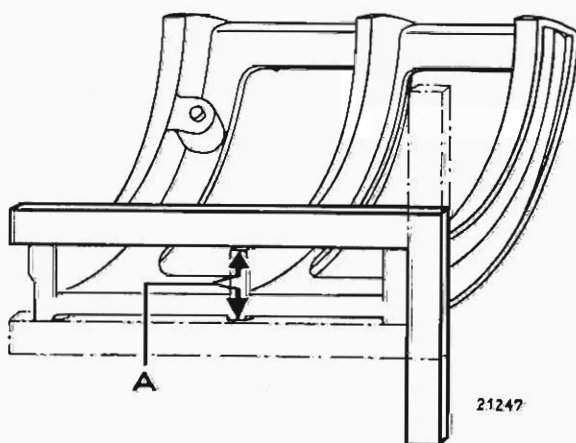

Bild 15—1/1
- 1 Durch Anlegen eines Anschlagwinkels oder Lineals an den Lagerkörper senkrecht zu den Stegen feststellen, ob der mittlere Steg gegenüber den äußeren Stegen zurücksteht (siehe Bild 15—1/1, Hinweis A). Die Messung muß innen und außen über den ganzen Sektor erfolgen. Gegebenenfalls den mittleren Steg so weit abschleifen, daß er weder mit dem äußeren Radius am Motorgehäuse noch mit dem inneren Radius an der Lichtmaschine anliegt. Es dürfen nur die beiden äußeren Stege tragen!